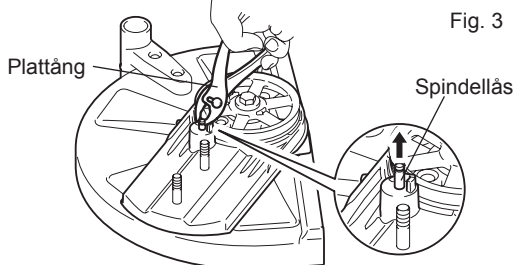

Fig. 3
- Ta upp spindellåset med en skårad skruvmejsel eller en plattång. (Fig. 3)